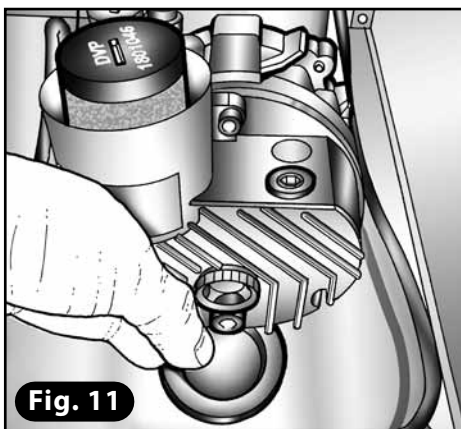
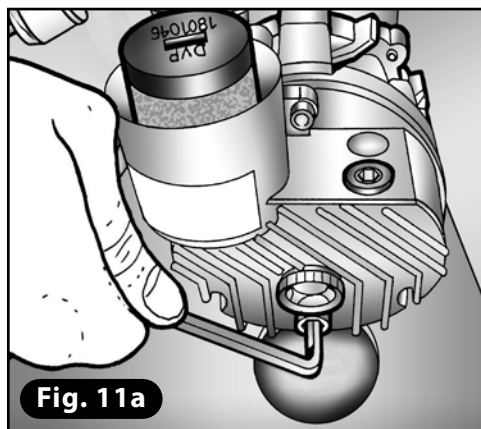
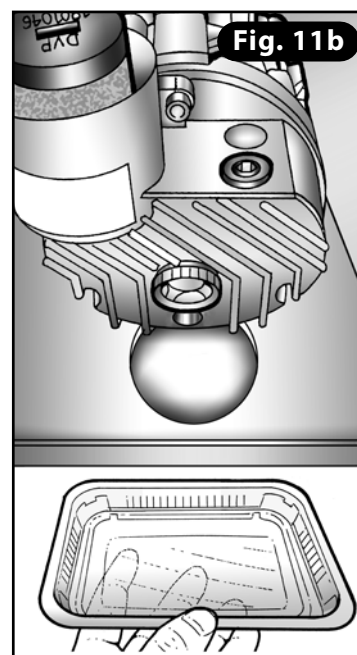

Fig. 11
Fig. 11a
Fig. 11b
- 8) Placer un récipient suffisamment grand (0,5l) près du bouchon de vidange (**Fig. 11**). Ôter le bouchon en caoutchouc (**Fig. 11a**). A l'aide de la même clef hexagonale, dévisser le bouchon d'échappement et faire couler l'huile dans le récipient (10 min) (**Fig. 11b**).